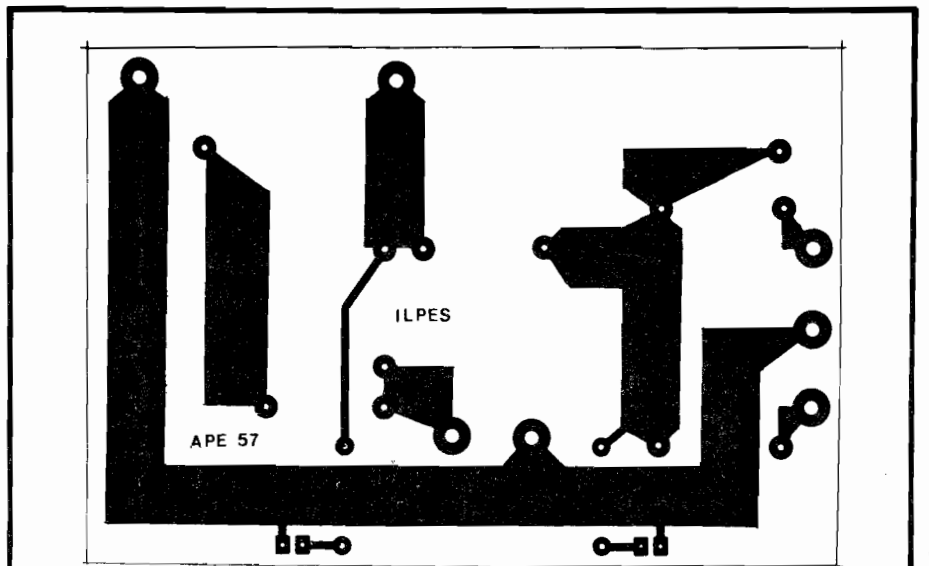

Fig.2
- FIG. 2 - LAY OUT DO CIRCUITO IMPRESSO ESPECÍFICO - Vista em tamanho natural (escala 1:1), a placa de Impresso específica mostra claramente o padrão cobreado que deve ser reproduzido pelo Leitor num fenolite virgem de convenientes dimensões... Observar a presença, inevitável, de trilhas ou pistas consideravelmente largas, necessárias à passagem de Correntes substanciais manejadas pelo circuito na maioria dos seus “caminhos”... Embora não muito pequena, a placa é absolutamente “descomplicada” em termos de desenho, o que deverá facilitar muito a sua confecção, mesmo por Leitores ainda meio “verdes” no assunto... Em qualquer caso, contudo (novatos ou veteranos...), é **obrigatória** a “velha” conferência e